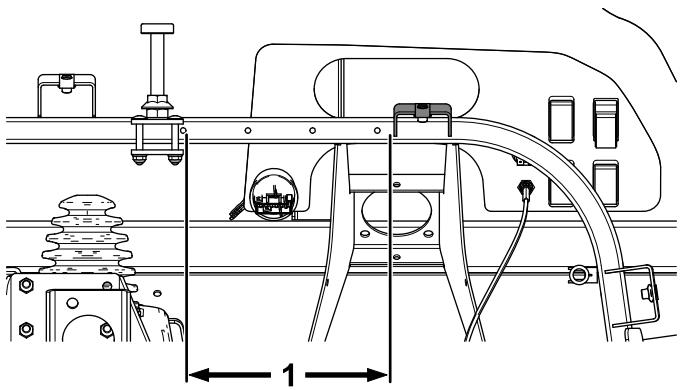

Figura 35
1. Misurate 20,7 cm a sinistra a partire dal bordo inferiore della staffa del cofano e segnate la posizione (Figura 35).